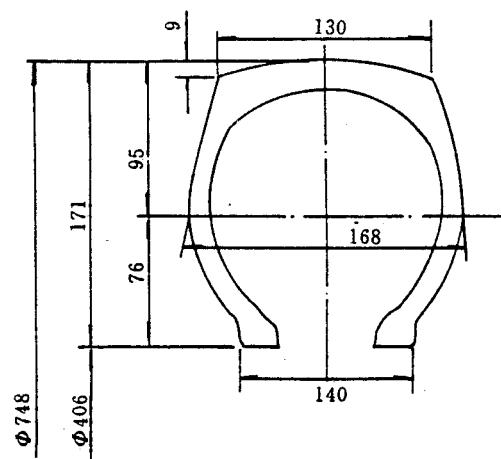

图 1 6.50-16 轮胎设计改进后的断面图
(1)减小模型外直径。为了使 6.50-16 轮胎的充气外直径控制在国标中、下限,减小外胎模具尺寸,具体设计尺寸和参数对比见表 1 和图 1。